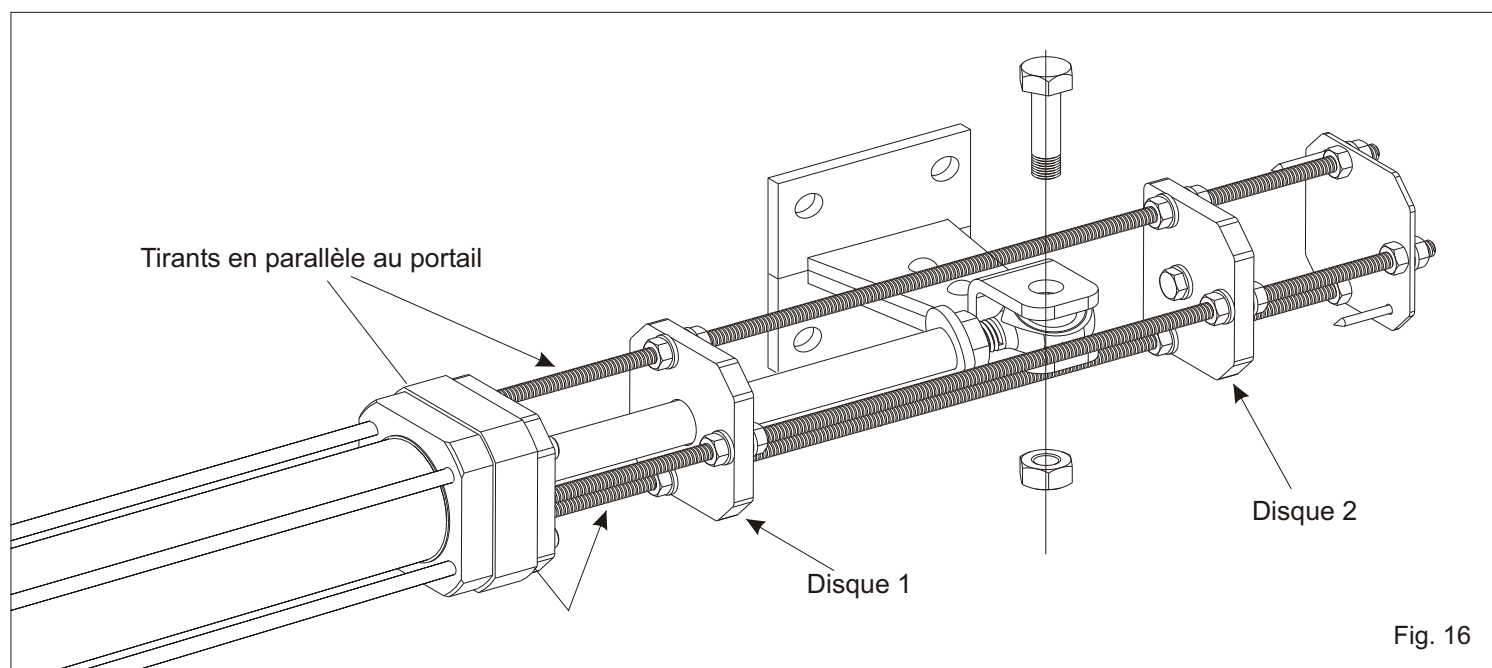

Fig. 16
- Mettre les feuilures de fin de course sur la bride antérieure de l'ensemble avec les deux tirants (des trois présents sur la feillure) qui se trouvent en parallèle au portail (Fig. 16)